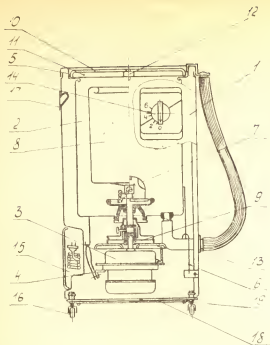
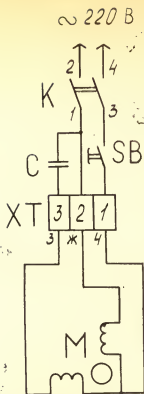

Рис. 1
Рис. 2. Схема электрическая принципиальная
5.1. Устройство машины показано на рис. 1, схема электрическая принципиальная – рис. 2.